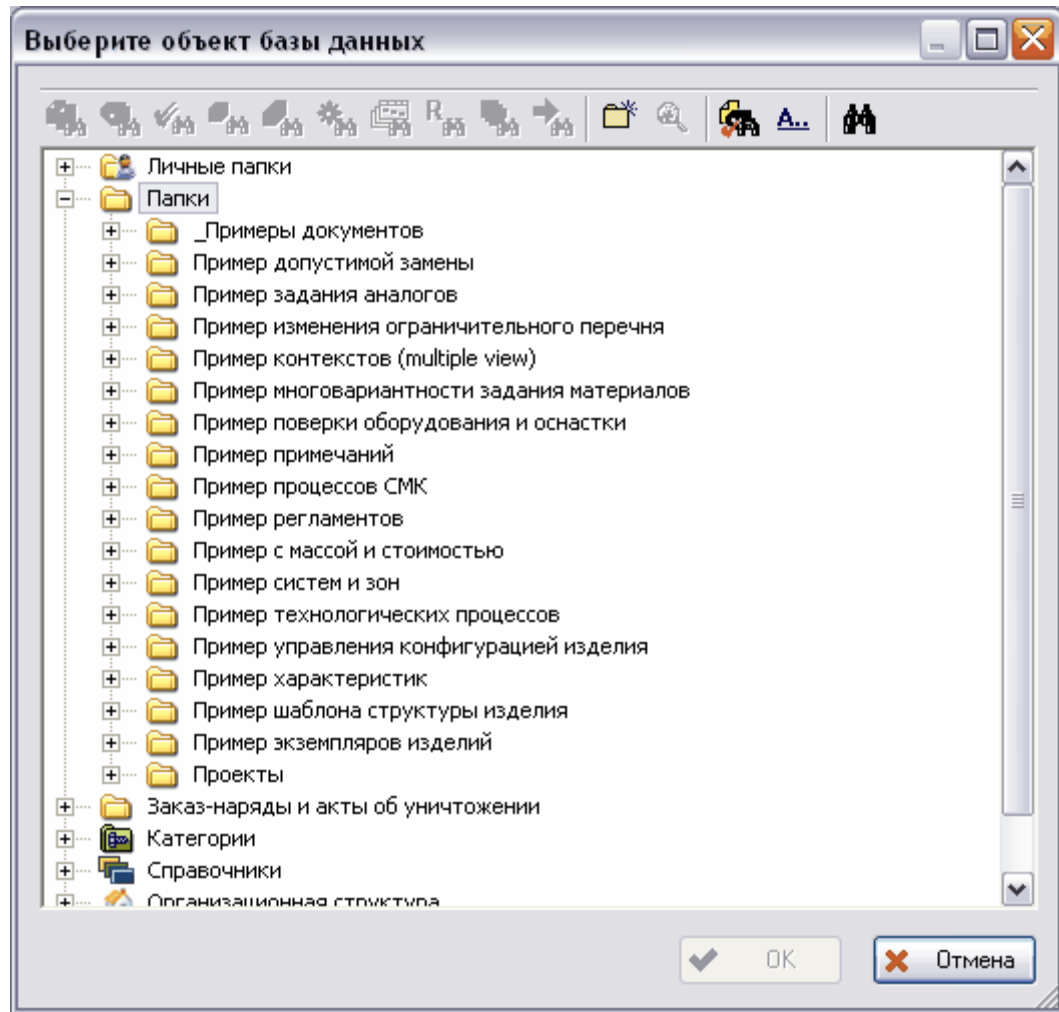

Рис. 30 Выбор объекта БД
- **Рабочие** – объекты, необходимые для выполнения процесса. Для добавления объектов нажмите на кнопку **Добавить объект**  и в появившемся диалоговом окне **Выберите объект базы данных** выберите объект БД стандартным образом (Рис. 30). Для добавления какого-либо файла с диска в качестве рабочего объекта нажмите на кнопку **Добавить файл с диска**  и выберите необходимый файл. Для просмотра содержимого рабочего объекта выделите его и нажмите на кнопку **Открыть документ/файл для просмотра** . Для удаления рабочего объекта выделите его и нажмите на кнопку **Удалить** .